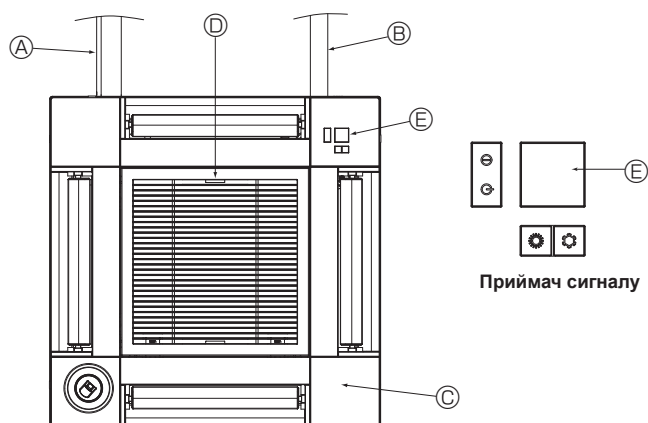

Fig. 10-17
10.5. Установлення забірної решітки (Fig. 10-17)